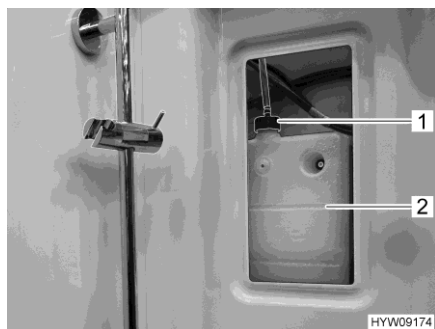
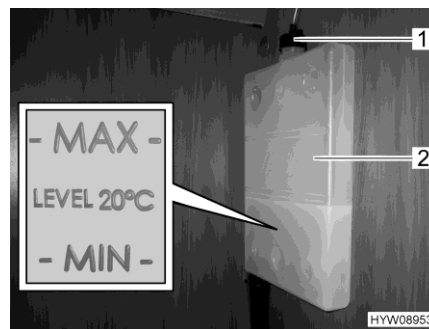

Fig. 223 Vase d'expansion (chauffage à eau chaude)
Fig. 224 Repère "MIN/MAX"
- Retirer le couvercle du vase d'expansion (Fig. 223,2), en haut à droite dans la douche.
- Contrôler si le liquide se trouve entre les marques "MIN" et "MAX" (Fig. 224) sur le vase d'expansion (Fig. 224,2).
- Ouvrir le bouchon du vase d'expansion (Fig. 223,1 ou Fig. 224,1).